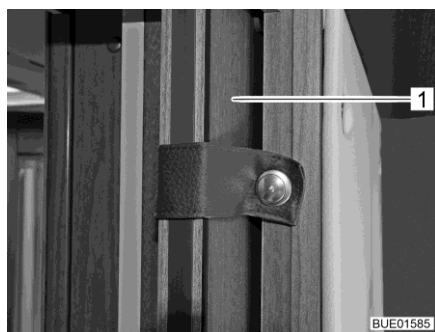
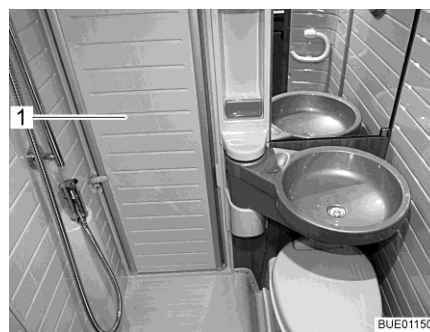

Fig. 16 Porta scorrevole
Fig. 17 Parete divisoria per la doccia
- Fissare le porte (Fig. 16,1) o le pareti di separazione (Fig. 17,1) con i bloccaggi o i dispositivi di fissaggio previsti.